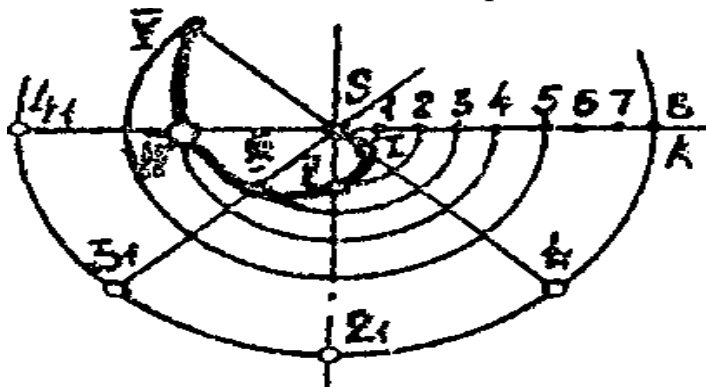

Рис. 44. Построение спирали Архимеда
*Спираль Архимеда - это плоская кривая, описываемая точкой, которая равномерно движется по радиус-вектору, а он равномерно вращается вокруг неподвижной точки  $S$ . Точка  $S$  — полюс спирали. Отрезок, который соединяет произвольную точку спирали с полюсом, называется **радиус-вектором**. Шаг спирали  $SA$  — это путь, который проходит точка по радиус-вектору за время одного полного оборота вокруг полюса  $S$  (рис.44).*
**Построение спирали по заданному шагу  $SA$  и полюсу  $S$  (рис. 44):**